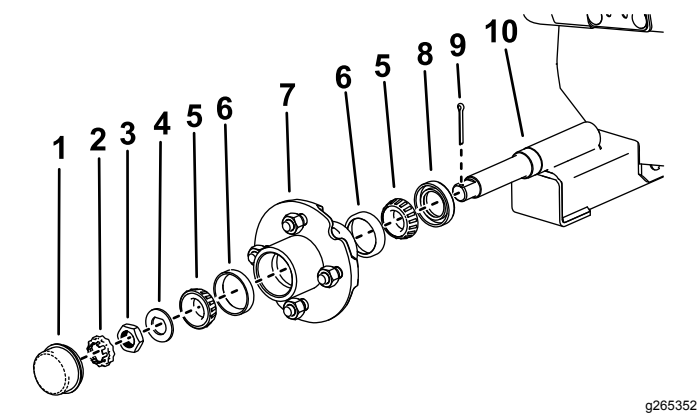

图16
- 从轮毂上卸下防尘盖图16。
- 卸下开口销和定位器锁紧螺母图16。
- 从轴上卸下轮毂螺母、主轴垫圈和轮毂组件图16。
- 如图16所示将轴承外圈和轴承安装到轮毂组件。
- 如图16所示安装油封、轮毂组件及主轴垫圈。